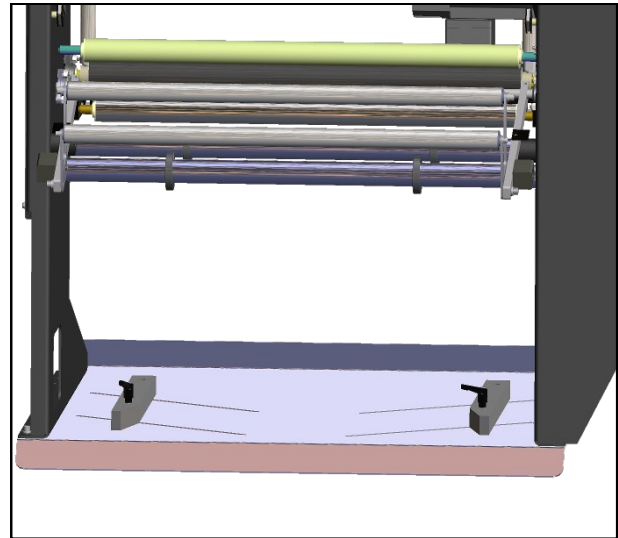

Figure 2-6C. Guides de carton.
3. **Desserrez les guides de carton et ouvrez les guides afin de créer un espace pour le carton de sacs. Figure 2-6C.**